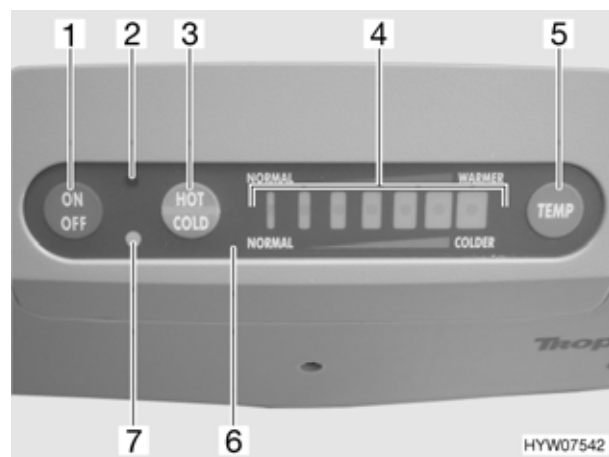

Fig. 165 Pannello di controllo del frigorifero portatile
L'alimentazione di tensione avviene tramite due diversi cavi di allacciamento. Se entrambi i cavi di allacciamento sono collegati contemporaneamente il frigorifero portatile viene alimentato con tensione a 230 V. La modalità di funzionamento e l'intervallo di variazione della temperatura impostato vengono visualizzati sul pannello di controllo (Fig. 165).
- Premere sul pannello di controllo (Fig. 165,6) il tasto "ON/OFF" (Fig. 165,1).
Il frigorifero portatile funziona nella modalità di funzionamento selezionata per ultima e con l'intervallo di variazione della temperatura selezionato per ultimo (funzione di memoria). Nella modalità raffreddamento è accesa l'indicazione di funzionamento blu (Fig. 165,7). Nella modalità riscaldamento è accesa l'indicazione di funzionamento rossa (Fig. 165,2). Sette LED (Fig. 165,4) indicano l'intervallo di variazione della temperatura.
- Sul pannello di controllo premere il tasto "HOT/COLD" (Fig. 165,3).